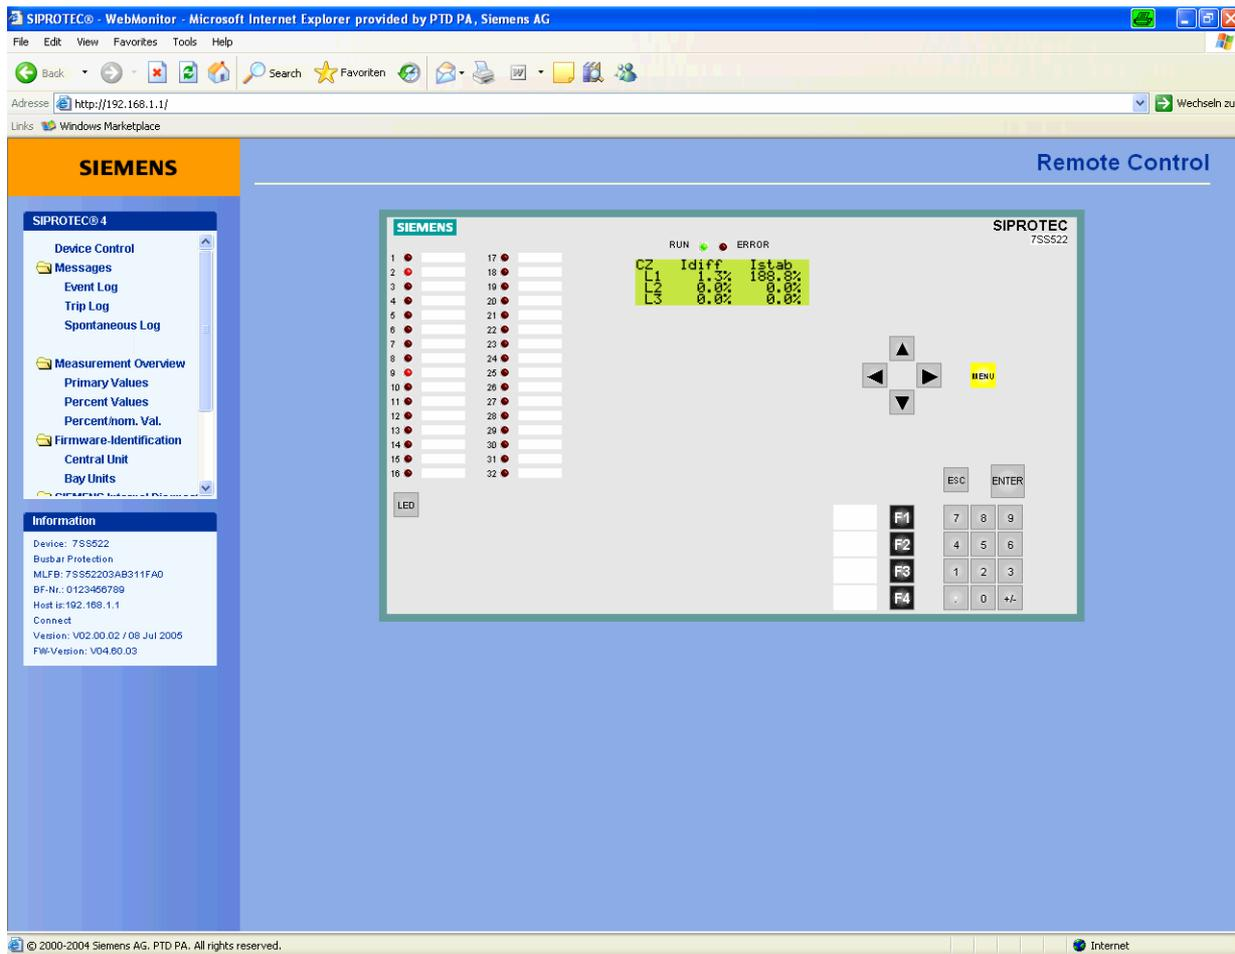

рис. 7-8 Дистанционное управление центральным терминалом
- удаленно управлять клавиатурой панели управления центрального терминала (рис. 7-8, стр. 289),